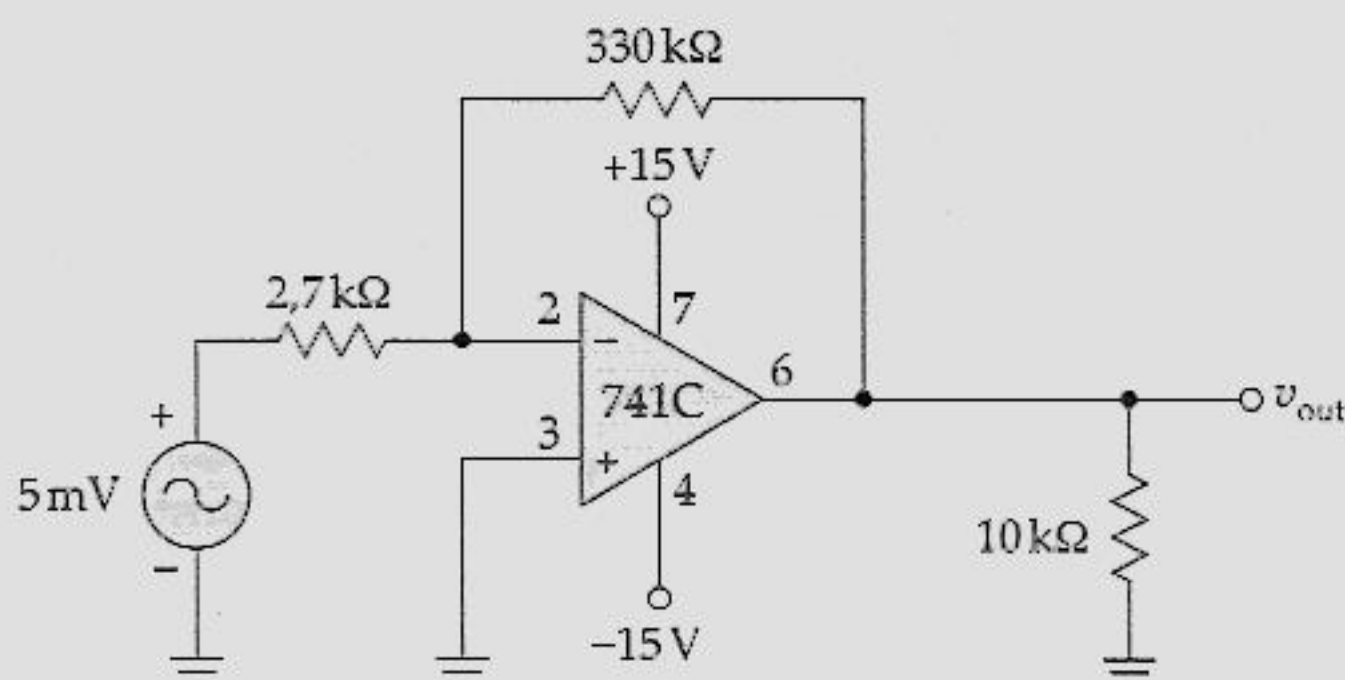

Figura 20.39
- 20.5 Calcule a tensão de saída, a impedância de entrada de malha fechada e a largura de banda de malha fechada do circuito da Figura 20.39. O 741C tem uma f_{unity} de 1 MHz.
- 20.6 Os resistores do circuito da Figura 20.39 têm uma tolerância de $\pm 5\%$. Qual a tensão de saída na banda média desse circuito?
- 20.7 Para obter uma tensão de saída de 0,5 V no circuito da Figura 20.39, que alteração você pode fazer em um dos resistores?
- 20.8 Qual a tensão de compensação de saída no circuito da Figura 20.39? O 741C tem como correntes de polarização e compensação de entrada 80 nA e 20 nA.